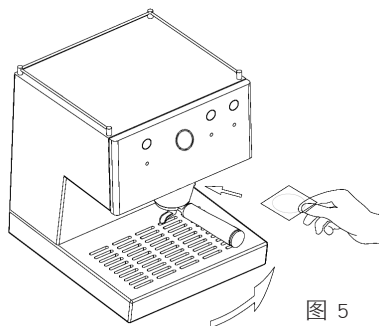

图 5
封口很柔软。(见图5)。
2. 将咖啡粉饼放在过滤手柄上，轻轻地向右转动，直到停止。请勿使用蛮力，封口是软的。(见图 5)。